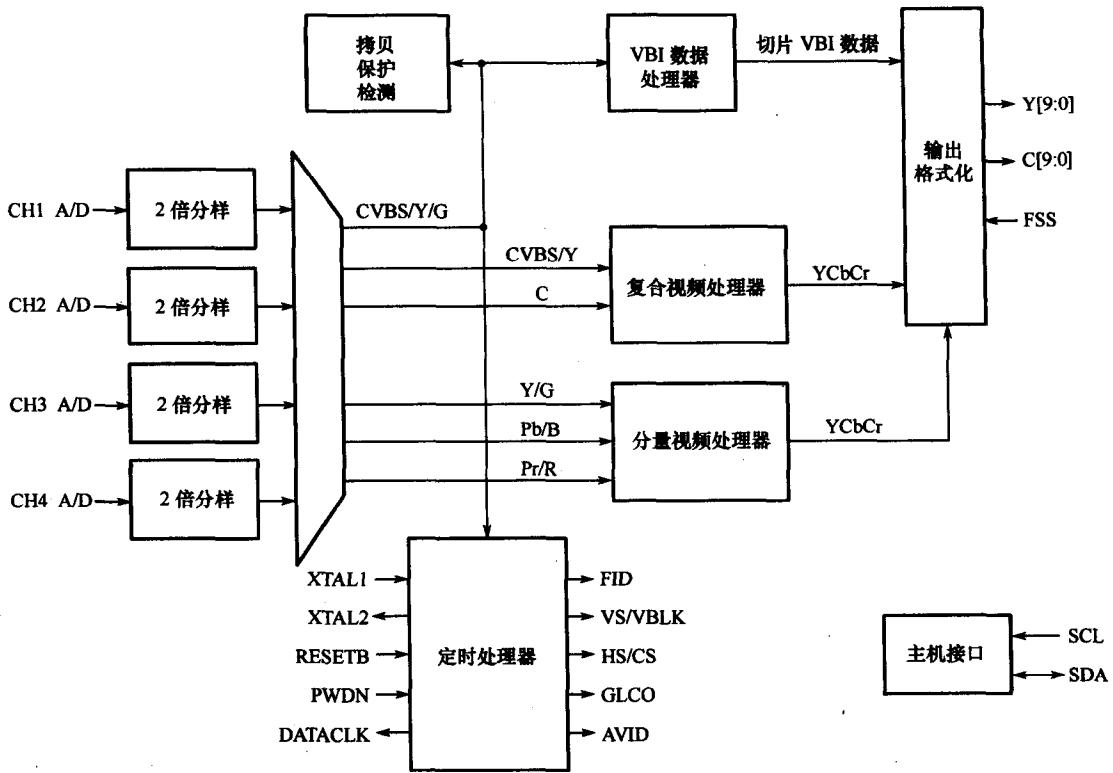

图 1-7 TVP5146 数字视频解码器处理模拟图
图 1-7 是 TVP5146 数字视频解码器处理的模块图。这个模块接收来自 ADC 的数字视频信号和执行对 CVBS 和 S 视频输入的复合处理。YCbCr 信号增加了对 CVBS 和 S 视频输入, YPbPr/RGB 对分量视频输入进行处理。它也产生水平和垂直同步和其他输出控制信号, 例如, 用于 CVBS 和 S 视频的同步锁相信号。此外, 它可以提供场锁定、水平和垂直锁定、垂直消隐和有效视频窗指示信号。数字视频输出可编程的两种格式: ① 带外部同步的 20 位 4 : 2 : 2; ② 带内部/分离同步的 10 位 4 : 2 : 2。这个电路检测虚拟脉冲、AGC 脉冲和在